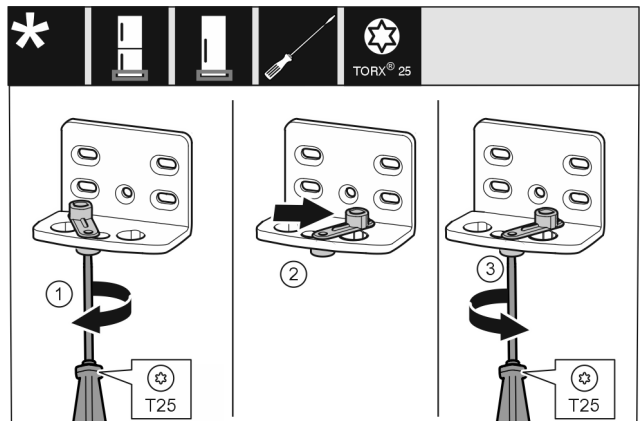

Fig. 11
- ▶ Skru løs skruen med skrutrekker T25. Fig. 11 (1)
- ▶ Løft dørlåshjelpen, og dreid den 90° mot høyre inn i boringen. Fig. 11 (2)
- ▶ Stram skruen med skrutrekker T25. Fig. 11 (3)